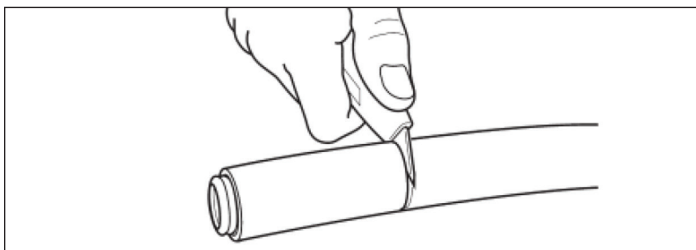

Figure 1-3
6. Finissez de couper la gaine jusqu'au tube en acier inoxydable ondulé à l'aide d'un couteau universel bien tranchant (figure 1-3).